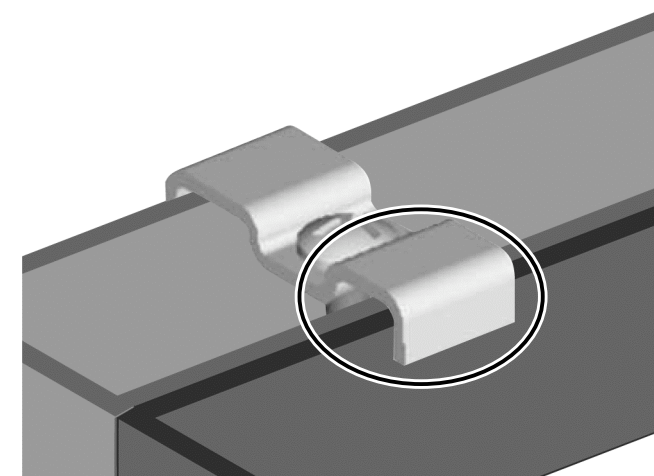

Fig.3
3. S'assurer que la pince supérieure du Grating Clip saisit les deux caillebotis (Voir Fig. 3).